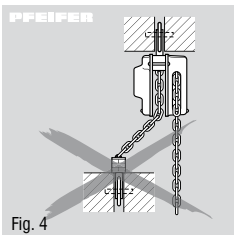

Fig. 4
- Svejsearbejder på krog og lastkæde er forbudt. Lastkæden må ikke benyttes som jordkabel i forbindelse med svejsearbejder (fig. 4).